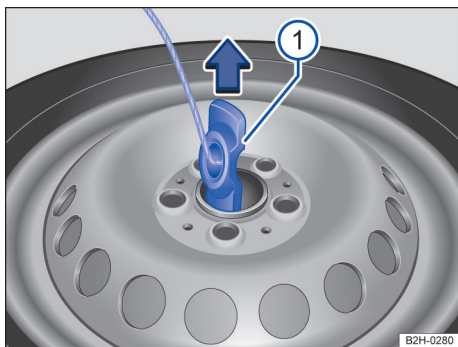

Fig. 189 Roda sobressalente ou roda de emergência: soltar o suporte dos aros.
Legenda para Fig. 189:
- Gire e remova o parafuso de segurança para fora do suporte do aro ❶.
- Posicione o suporte do aro na vertical → Fig. 189 ❶.
- Introduzir o suporte do aro no sentido contrário à seta no orifício do aro → Fig. 189.